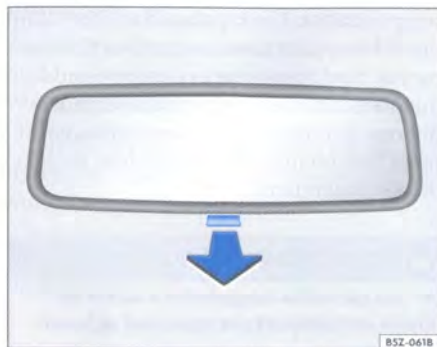

Fig. 59 Detalle de la palanquita de la posición antideslumbrante
- Tire la palanquita ⇒ fig. 59 -flecha-, para evitar el deslumbramiento de los faros de los vehículos que transitan atrás.